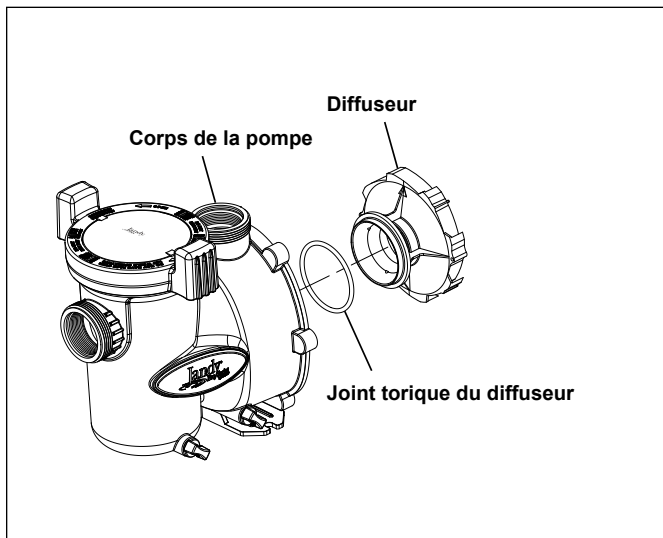

Figure 18. Vue éclatée du corps de la pompe et du diffuseur
6. Remettre les deux (2) petites vis à tête cruciforme. Serrer les vis pour appuyer le diffuseur contre la plaque arrière du moteur.
7. Pour aider à prévenir les fuites d'air dans le circuit, s'assurer que le joint torique du diffuseur, la rainure du joint torique et le joint torique sont propres et exempts de débris. Si on a enlevé le diffuseur du joint torique, s'assurer de l'installer sur la gorge d'où il a été enlevé. (Voir la Figure 18.) Si de la graisse est utilisée pour retenir le joint torique, elle doit être à base de silicone. **Ne pas employer de graisse à base de pétrole.** Cela détruira le joint torique.
8. Faire glisser le diffuseur dans le trou d'accouplement, dans le corps de pompe. Tout en soutenant le moteur, fixer deux (2) vis de part et d'autre. (Cela tiendra le moteur en position pendant que vous démarrez les six autres (6) vis.)